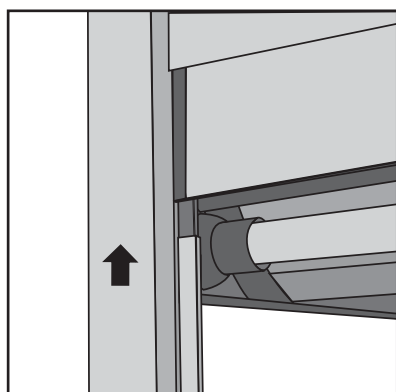
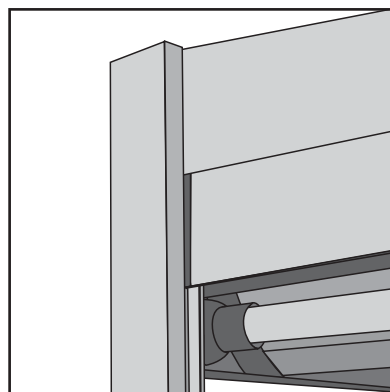

図4-4
図4-5
- (4) ガイドレール上端がキャビネット上端と一致するまで差し込んでください (図 4-4、図 4-5)。